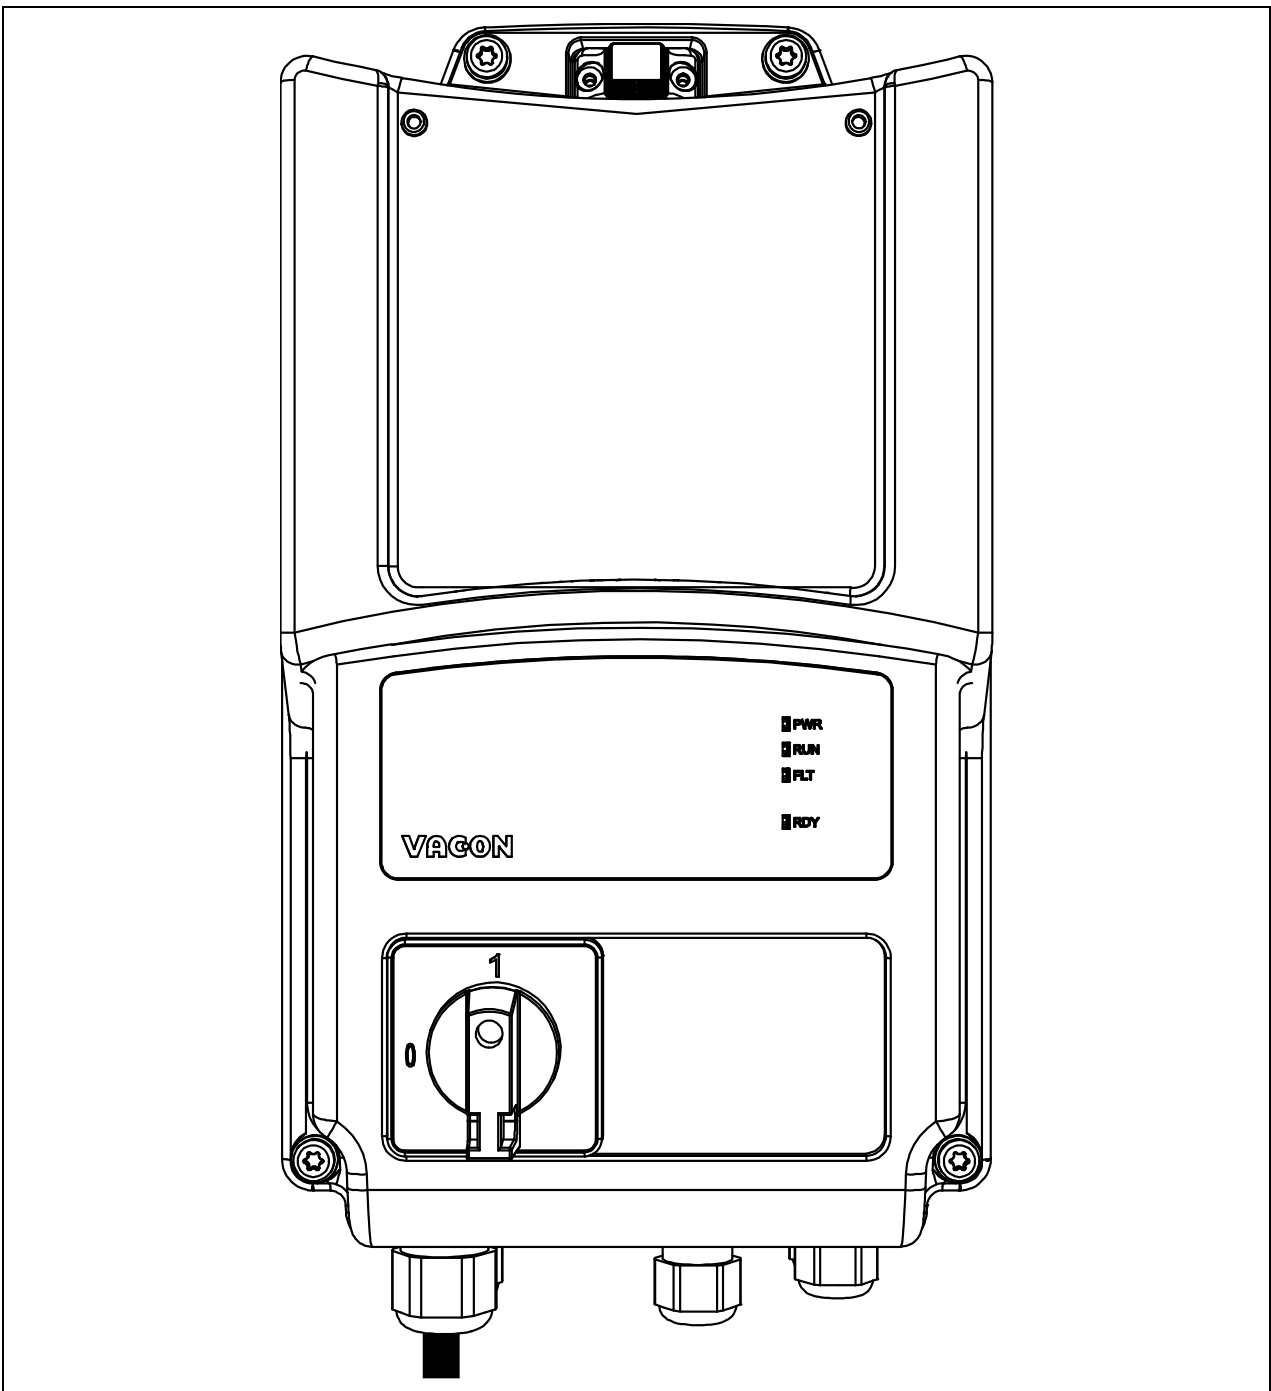

Figure 65. Monter le capot en plastique.
- Monter le capot en plastique sur le convertisseur de fréquence avec les vis et le cache-prise IHM : le processus d'installation est terminé. Voir Figure 65.